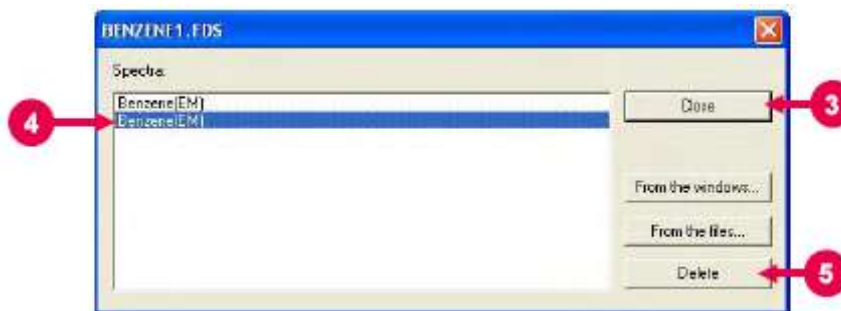

Рис. 7-25
- (5) Два спектра будут налагаться на окно обработки данных. В это же время, откроется диалоговое, изображенное на рис. 7-25. Нажмите кнопку «Заккрыть». (Смотрите (3) на рис. 7-25).
- (6) Чтобы удалить спектр, нажмите соответствующее имя выборки в списке спектров. (Смотрите (4) на рис. 7-25). После выделения имени выборки (подсвечена синим цветом), кнопка «Удалить» станет активной. Нажмите кнопку «Удалить». (Смотрите (5) на рис. 7-25).